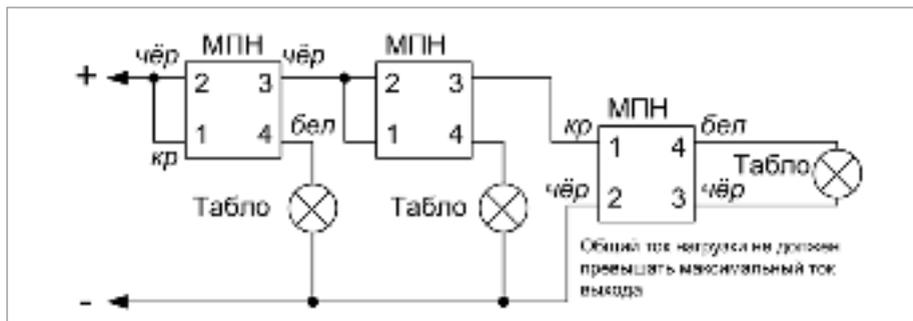

Рисунок 11. Схема подключения нескольких нормально-выключенных световых табло или сирен к одному выходу блока
3. Несколько исполнительных устройств подключаются параллельно к одному выходу блока согласно схеме на рис. 11.